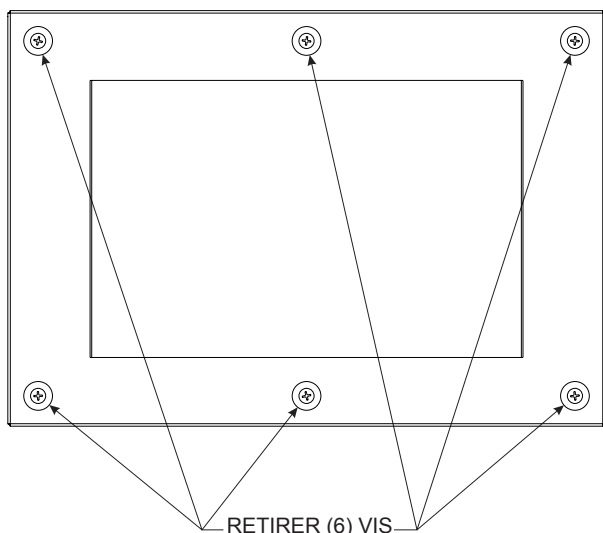

Figure 53
3. Retirer les 6 vis n° 10-24 x 3/8 po indiquées aux **Figures 53 et 54** puis enlever la garniture frontale. Mettre la garniture frontale et le joint en mousse de côté.
1. Retirez le carénage avant en retirant (6) vis # 10-24 X 3/8 pouces. **Voir Figure 53.**